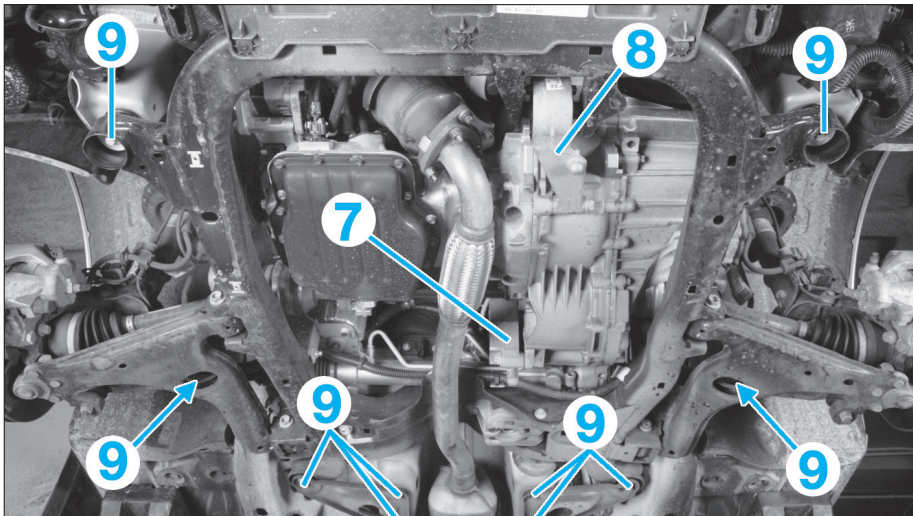

FIG. 9
- la fixation du support arrière (7) de boîte de vitesses (fig. 9).
- la fixation du support avant (8).
- Déposer les vis de fixations (9) du berceau moteur en repérant la position des vis qui sont de longueurs différentes avec leurs rondelles.